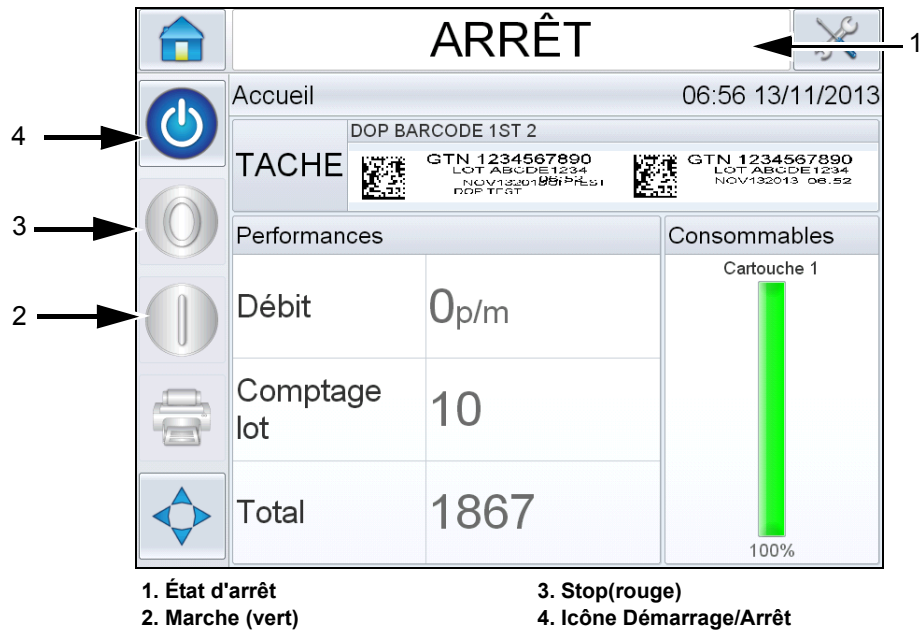

Figure 5-7: Page d'accueil CLARiTY
Lorsque le démarrage aboutit, la page d'accueil CLARiTY s'affiche (voir Figure 5-7 à la page 5-6).
- 5 Pendant l'ARRÊT, les icônes d'arrêt (rouge) et de marche (vert) (Figure 5-7) sont désactivées (grises).